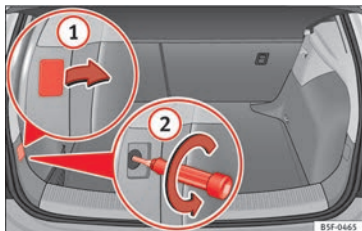

Abb. 217 Gepäckraum: Lage der Befestigungsschraube der Heckleuchte
- Hebeln Sie die Abdeckung an der Aussparung mit dem flachen Teil des Schraubendrehers ab und entfernen Sie die Abdeckung » **Abb. 217** (1).
- Lösen Sie mit einem Schraubendreher die dahinterliegende Schraube im Gegenuhrzeigersinn (Pfeil) » **Abb. 217** (2), und nehmen Sie diese vorsichtig heraus.